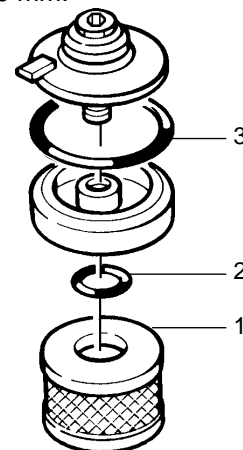

Fig. V-5
**Note** The filter element (figure V-5, item 1) must be replaced whenever the fluid is changed.
**Nota** Il filtro (fig. V-5 pos. 1) deve essere sostituito ad ogni cambio dell'olio.
**Remarque** Remplacer et nettoyer le filtre (figure V-5, position 1) à chaque vidange.
El filtro (Fig. V-5 pos. 1) se debe sustituir cada vez que se efectúe el cambio de aceite.
**Anmerkung** Bei jedem Ölwechsel muß auch das Filterelement (Pos.1, Bild V-5) ausgetauscht werden.
- 2.1.2 Pull filter element (figure V-5, item 1) off.
- 2.1.3 Check O-rings (figure V-5, item 2 and 3) for damage, replace if necessary.
- 2.1.2 Staccare il filtro dal coperchio (fig. V-5, pos 1).
- 2.1.3 Controllare gli anelli OR (fig. V-5, pos.2 e 3) e sostituirli se necessario.
- 2.1.2 Retirer l'élément filtrant (fig. V-5, position 1) du couvercle.
- 2.1.3 Vérifier l'état des joints toriques (fig. V-5, position 2 e 3), les remplacer si nécessaire.
- 2.1.2 Separar el filtro de la tapa (Fig. V-5, pos 1).
- 2.1.3 Controlar los anillos OR (Fig. V-5, pos. 2 y 3) y sustituirlos si es necesario.
- 2.1.2 Filterelement (Pos. 1, Bild V-5) abziehen.
- 2.1.3 O-Ringe (Pos. 2 und 3, Bild V-5) auf Beschädigung überprüfen, gegebenenfalls erneuern.